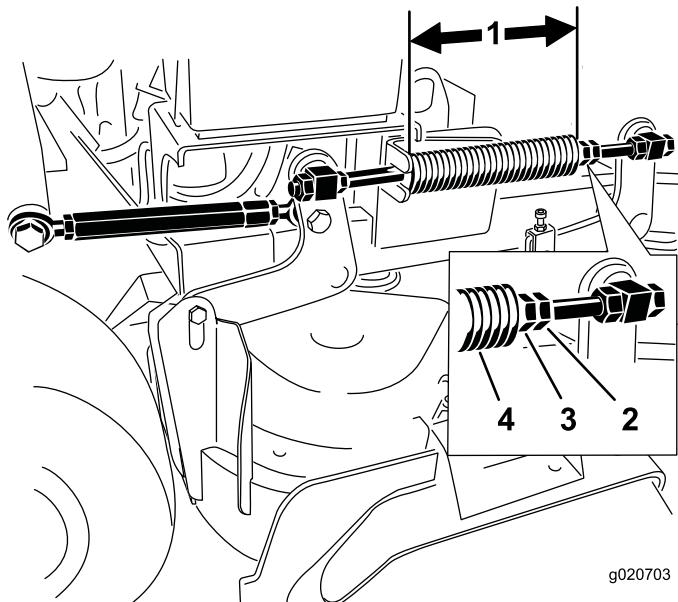

Figure 87
Remarque: La longueur nominale est de 28,2 cm (11-1/8 po) pour les tabliers de coupe de 91 cm (36 po) et de 25,7 cm (10-1/8 po) pour les tabliers de coupe de 102 cm (40 po) (Figure 87).
3. Réglez cette distance en desserrant l'écrou de blocage du ressort et en tournant l'écrou devant chaque ressort (Figure 87).
4. Bloquez l'écrou en position en serrant l'écrou de blocage du ressort (Figure 87).